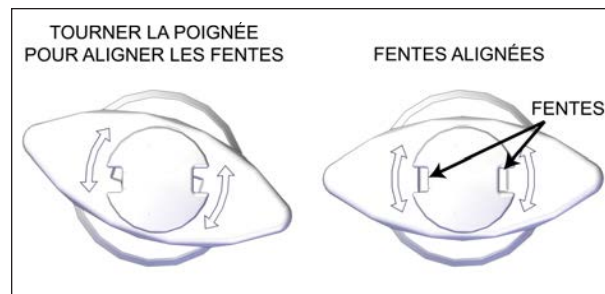

FIGURE 103: ALIGNEZ LES FENTES
2. Tournez la poignée rouge vers la gauche ou vers la droite afin d'aligner les fentes situées dans la partie centrale de la poignée, voir Figure 103.